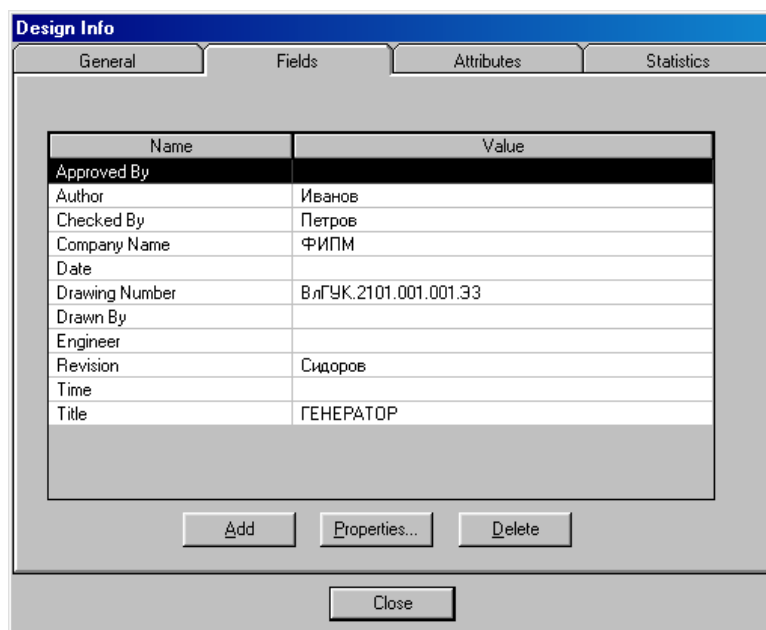

Рис.2
3. Выбрать команду **File Design Info** и заполнить информационные поля диалогового окна. Для этого в поле **Fields** выбрать необходимую строку и нажать клавишу **Properties**. Откроется окно **Field Properties**. Здесь в поле **Value** ввести необходимую информацию и нажать клавишу **OK**. В окне **Design Info** нажать клавишу **Close**. Пример заполнения информационных полей приведен на рис. 2.